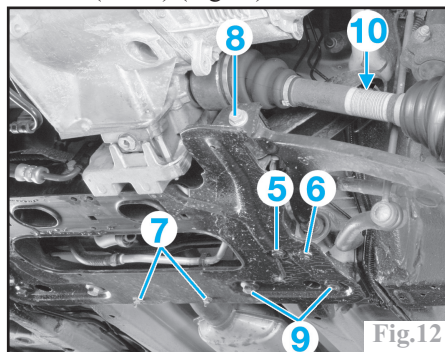

Fig.12
-les vis (5 et 6) (Fig.12).
Déposer les vis de fixation arrière (5 et 6) du bras inférieur (Fig.12).